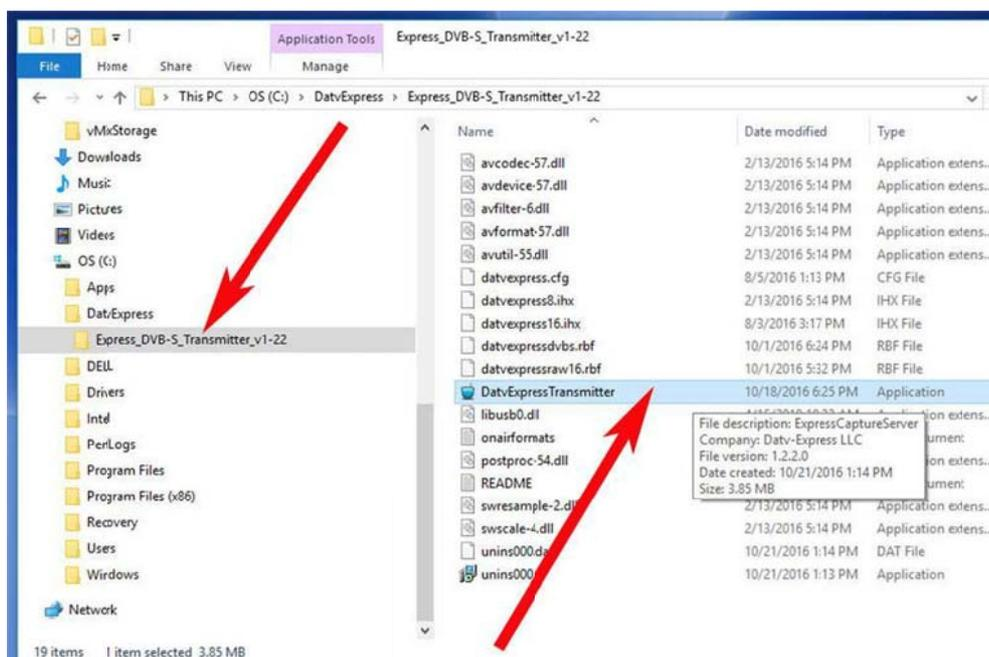

Figure 10 - devrait être autorisé `SETUP.EXE` par défaut à l'installation du logiciel dans un répertoire appelé `DatvExpress` (voir flèche gauche)
- Lorsque `SETUP.EXE` est terminée, le répertoire racine de Windows devrait ressembler Figure 10 avec un dossier `ROOT`-répertoire appelé `DatvExpress` contenant le dossier du logiciel qui est nommé `Express-DVB-S_Transmitter`.
- Le nouveau fichier EXE pour le logiciel Express\_DVB\_Transmitter est le fichier nommé « DatvExpressTransmitter.exe » (voir flèche droite dans Figure 10).